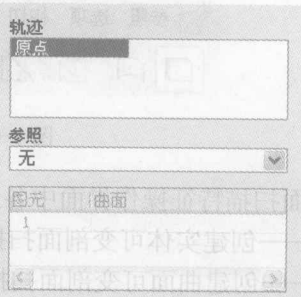

图 1-10 “相切”控制面板
- **相切**——单击该按钮，会弹出如图 1-10 所示的“相切”控制面板，用于设置扫描轨迹与某个图元相切。